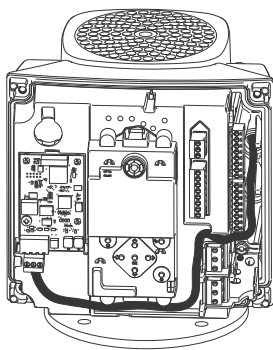

Fig. 77 Eksempel på kabelføring
8. Før kablerne for CIM-modulet. Se eksemplet i fig. 77.